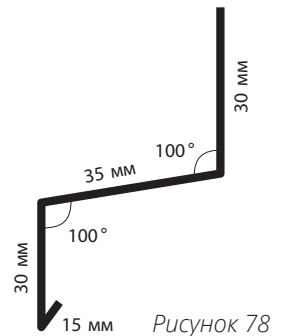
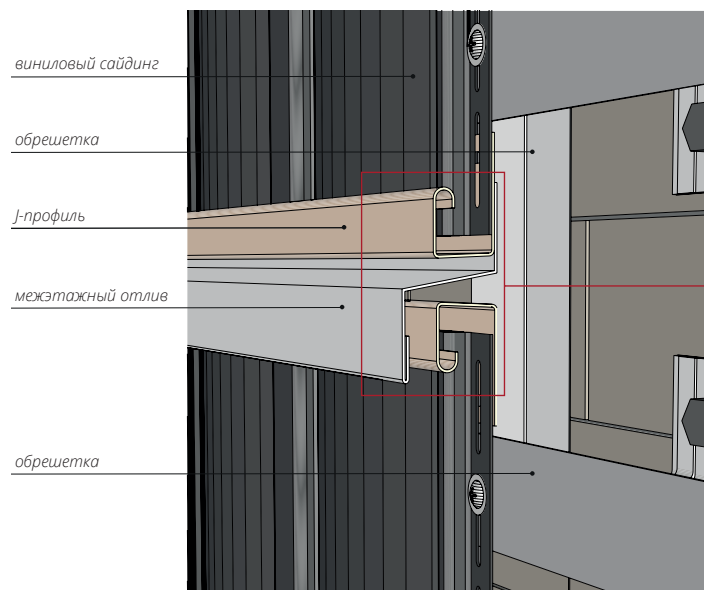

Рисунок 78
Рисунок 77
15.8 Вариант 2. Используя металлический отлив и два J-профиля (рис. 77). До установки верхнего J-профиля в нем необходимо высверлить небольшие отверстия с интервалом 400-500 мм в нижней полке, для отвода воды из J-профиля. Между J-профилями и отливом необходимо оставить зазор. На рис. 78 показан вариант чертежа отлива.